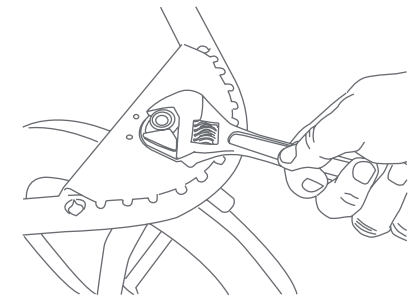

Fig. 25
- 25) • Si experimenta un tambaleo en la rueda delantera que es anormal para el uso al caminar, podría tener que ajustar la arandela de la rueda delantera, que se encuentra debajo del reposapiés al frente del carrito (Fig. 25). Puede usar una llave inglesa estándar para ajustar la tuerca. **NO AJUSTE DE MÁS.** ya que podría dañar la arandela.